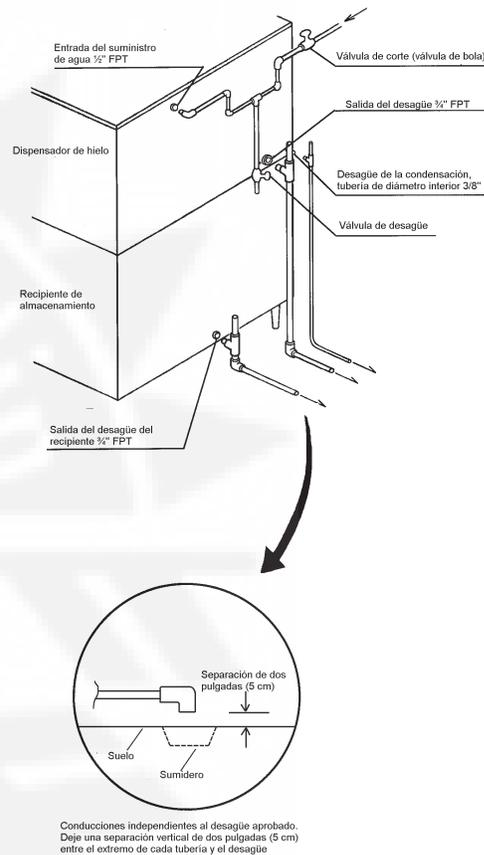

Fig. 6
## 7. CONEXIONES DE SUMINISTRO DE AGUA Y DESAGÜE - Ver Fig. 6
- La salida de desagüe del vaciadero del productor y del recipiente de almacenamiento es 3/4" FTP. El desagüe para la condensación es una tubería de 10 mm de diámetro interior. Las conexiones de las conducciones de desagüe del productor de hielo y del condensador se deben realizar por separado del desagüe del recipiente. Se debe soplar el desagüe del sumidero para asegurar un volumen adecuado de flujo durante el ciclo de recogida de producto (ver Fig. 6).
- Los desagües no deben estar conectados directamente al sistema de alcantarillado. Entre el extremo de la tubería de desagüe del productor o el depósito de hielo y el desagüe del suelo debe existir una separación libre mínima de 5 cm verticales (ver Fig. 6).